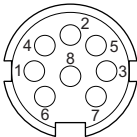

Abb. 9.10: Stecker
- Für die Steckerbelegung des Temperaturfühlers und des Verlängerungskabels siehe Tab. 9.2 und Abb. 9.10.